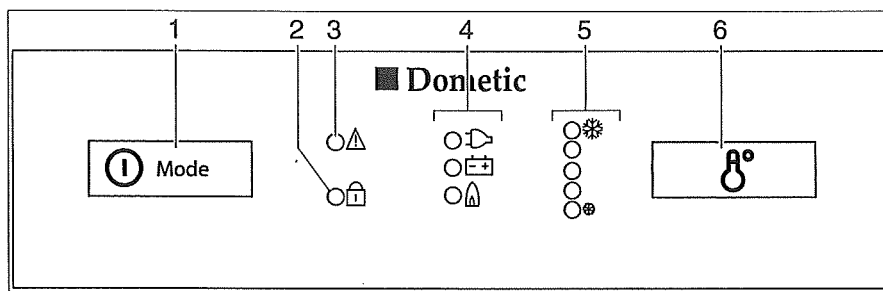

Bild 134 Reglage, knappar för kylskåpet (Dometic 8-serie med MES)
- Tryck på strömbrytaren/energiväljaren (Bild 134,1) i två sekunder för att starta apparaten. Lysdioden för senast valda driftstyp lyser upp.
- Tryck ev. in strömbrytaren/energiväljaren (Bild 134,1) kort flera gånger tills driftindikeringen gas "🔥" tänds. Nu är gastillförseln öppen. Tändning sker automatiskt. Ett tickande ljud hörs tills tändningsproceduren är klar.
- Ställ in kyltemperaturen med knappen för temperaturinställningen (Bild 134,6).
- Tryck ev. in strömbrytaren/energiväljaren (Bild 134,1) kort flera gånger tills drift-indikeringen 230 V "" tänds.
- Tryck ev. in strömbrytaren/energiväljaren (Bild 134,1) kort flera gånger tills drift-indikeringen 12 V "" tänds.